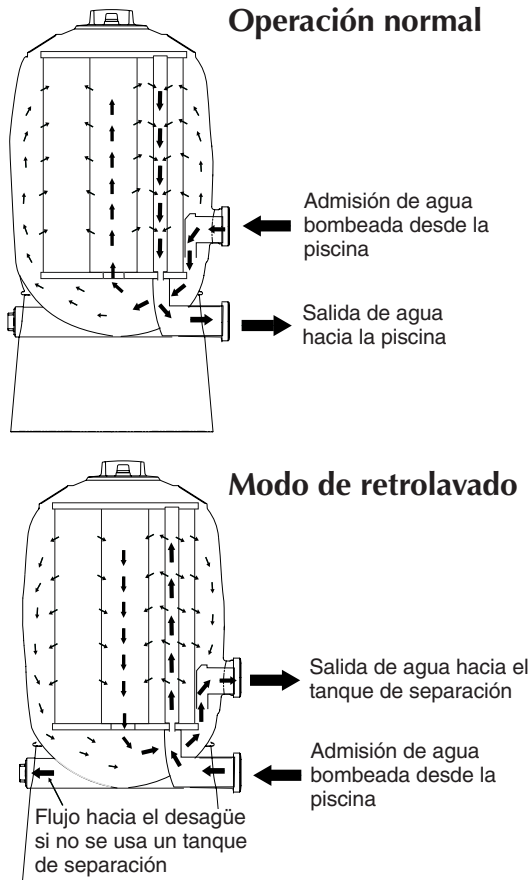

FIGURA 1B – Conexiones de tubería
Tubería (Consulte la Figura 1B para las conexiones correctas):
- Para una instalación con retrolavado, instale una Válvula Corrediza de dos Posiciones o una Válvula de Selección Múltiple de Sta-Rite con el filtro. Consulte el Cuadro 3. Si tiene la intención de limpiar el filtro según el "Procedimiento de limpieza del módulo", Página 7, no necesitará instalar una válvula corrediza o múltiple. Consulte la Figura 1B, Página 4, para obtener información sobre el flujo de agua correcto cuando conecte la tubería.